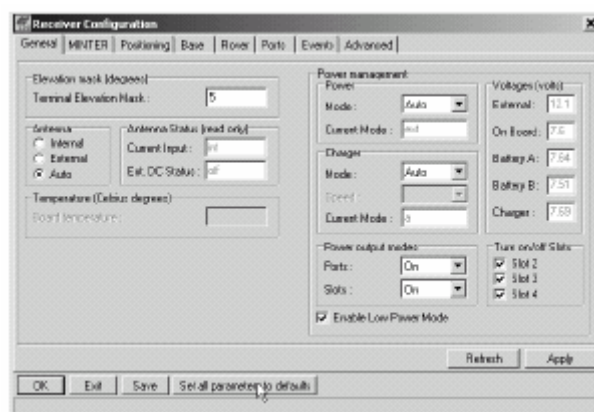

Figura 3-6. Botón Parámetros por defecto
6. Haga clic en **Fijar parámetros por defecto**, en la parte inferior de la caja de diálogo (Figura 3-6).